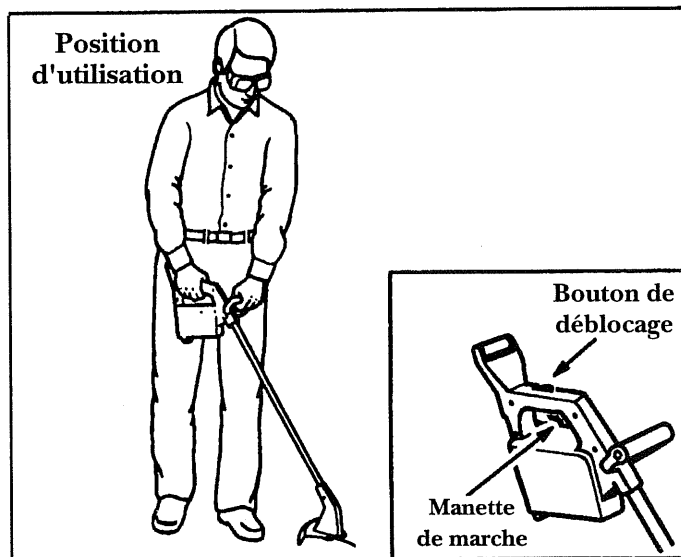

Figure 3
1. Se mettre en position comme indiqué en figure 3.
3. Appuyer sur le bouton de déblocage, ensuite presser la manette de mise en marche. Figure 3 (cadre). Maintenir la manette de marche durant l'opération; le moteur s'arrête quand la manette est relâchée.